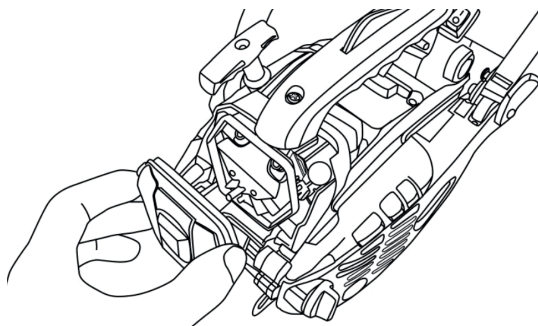

Рис. 31. Извлечение воздушного фильтра
- Вытащите воздушный фильтр и тщательно промойте его в мыльном водном растворе, затем высушите (рис. 31).